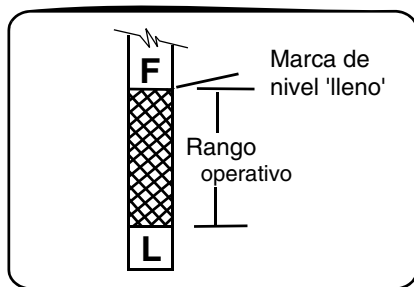

Figura 24
- Retire la varilla y controle el nivel de aceite. El nivel de aceite debe estar hasta la marca 'F' (lleno) de la varilla, sin sobrepasarla. Vea Figura 24.